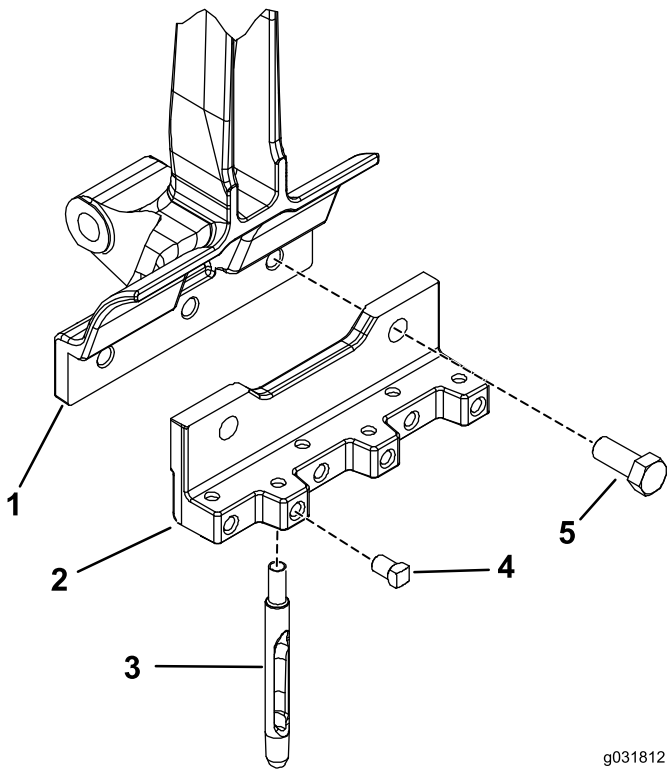

Рисунок 1
3. Используйте два болта (1/2 x 1-1/4 дюйма), чтобы прикрепить держатель зубьев к рычагу зубьев (Рисунок 1).